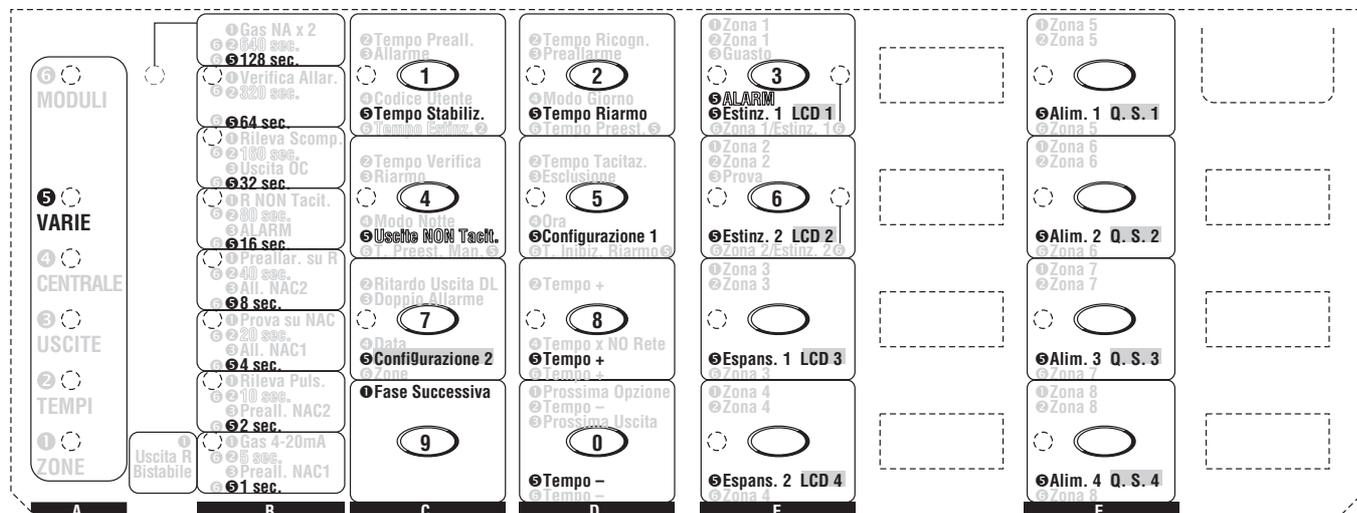

Figura 34 Programmazione varie
La spia **VARIE** lampeggia per indicare che si stanno programmando il **Tempo di Stabilizzazione**, il **Tempo di Riarmo**, le **Uscite Tacitabili** e la **Configurazione**: in questa fase il significato delle spie e dei pulsanti è quello indicato dalle scritte precedute dal numero ⑤, come mostrato in Figura 34.